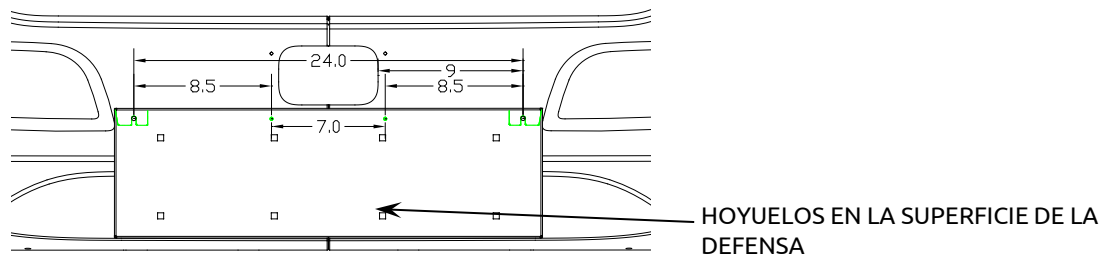

Figura 2
3. Marque y perforo agujeros de localización usando una broca de 9/32". Las dimensiones mostradas en la figura 2 ayudan a asegurar una localización apropiada. Una vez que esto se ha hecho, instale los accesorios de 1/4" dejándolos flojos suficiente para permitir deslizar el porta placa atrás de la cabeza del tornillo y la arandela. Remover el plástico protector alrededor de las bridas de montaje.